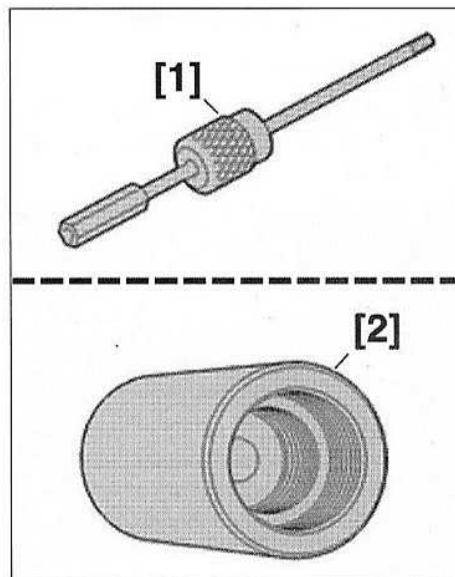

FIG.8
- [1]. Extracteur à inertie (référence : 0316-A) (Fig.8)